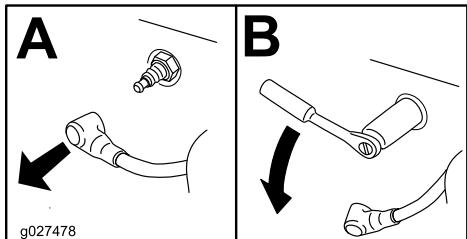

Figure 20
3. Localisez et déposez les bougies (Figure 20).